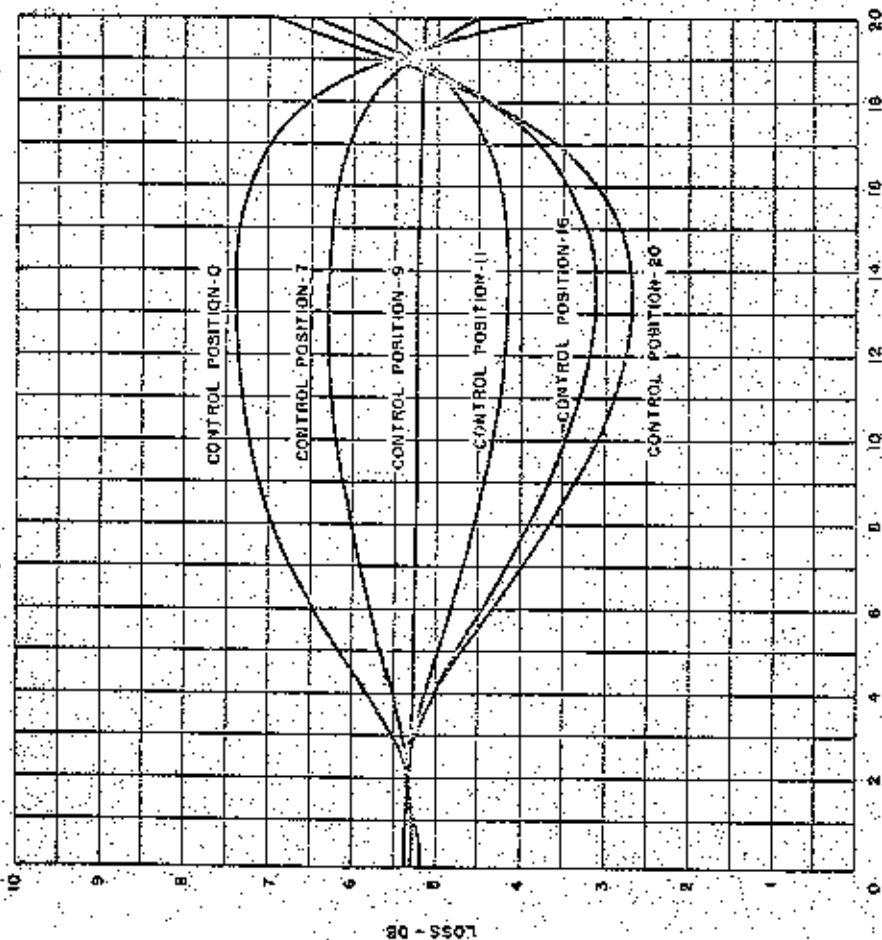

Fig. 26 Grafici di attenuazione dell'elemento equalizzatore HULGE-11KC
- Caratteristiche dell'elemento equalizzatore BULGE (fig.26)